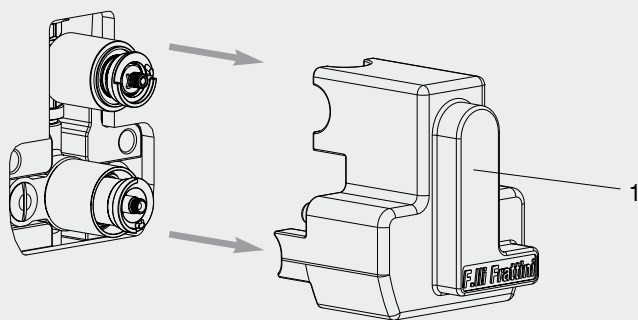
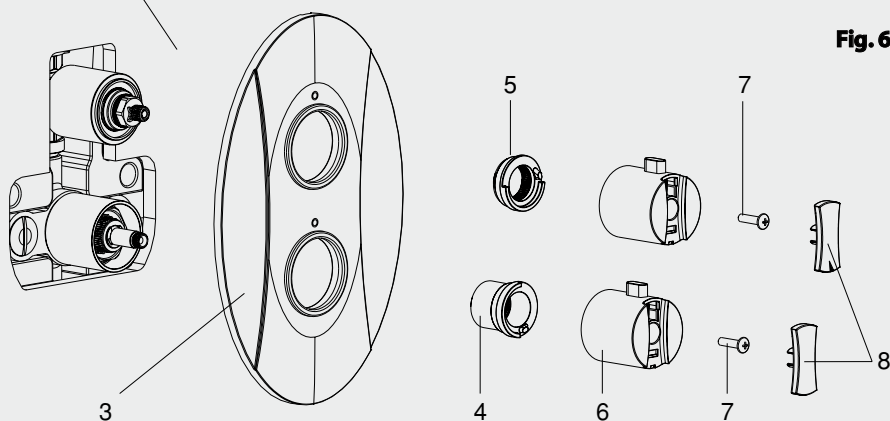

Fig. 5B
Fig. 6
- Terminato il rivestimento finale, togliere la protezione **(1) Fig. 5B** e posizionare la piastra **(3) Fig. 6** con le relative guarnizioni contro la parete.
- *Remove the protection **(1) Fig. 5B** once the final covering is done, then fit the plate **(3) Fig. 6** with the gaskets onto the wall*
- Quand le revêtement finale est terminé, enlever la protection **(1) Fig. 5B** et positionner la plaque **(3) Fig. 6** avec les joints contre le mur.
- *Wenn die Verkleidung beendet wird, den Schutz **(1)** wegzunehmen, **Fig. 5B** und die Platte **(3)** lokalisieren, **Fig. 6** mit den Dichtungen gegen die Wand.*
- Terminado el revestimiento final, quitar la protección **(1) Fig. 5B** y posicionar la plancha **(3) Fig. 6** con los respectivos empaques contra la pared.